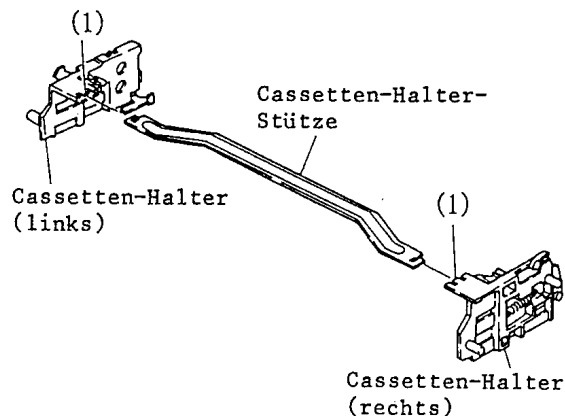

Abb. 5-8 Cassetten-Halter (links/rechts)
8. Cassetten-Halter (links/rechts) (Abb. 5-8)